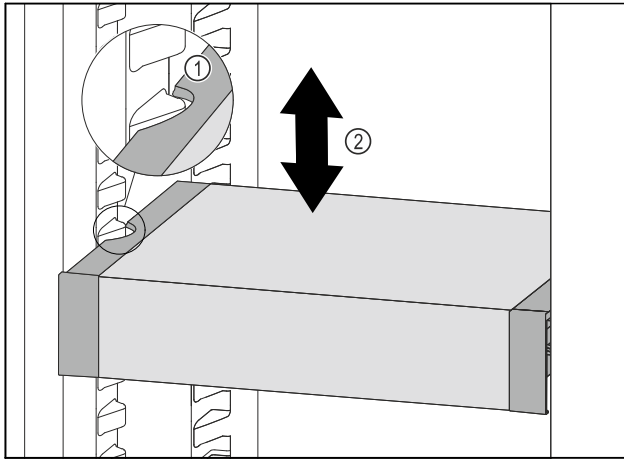

Fig. 243
- VarioSafe nach vorne ziehen, bis sich die seitlichen Aussparungen des VarioSafes auf Höhe der Behälterrippe im Kühlteil befinden. Fig. 243 (1)
- VarioSafe im Kühlteil nach oben oder unten bewegen, bis gewünschte Höhe erreicht ist. Fig. 243 (2)